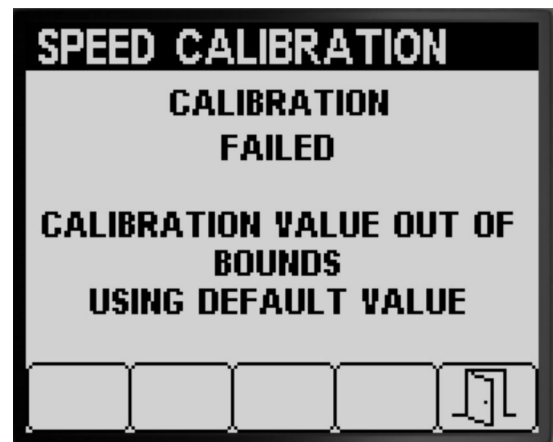

图 69
- 指明速度校准失败的消息将显示图 69。
**注意** 如果校准值超出界限图 69 请联系您的 Toro 授权服务代理商否则请查看错误消息并重复 准备速度校准 \(页码 21\)和 执行速度校准 \(页码 22\)中的校准步骤。
5. 按 5 号按钮可退出 Speed Calibration 速度校准屏幕图 68 或图 69。